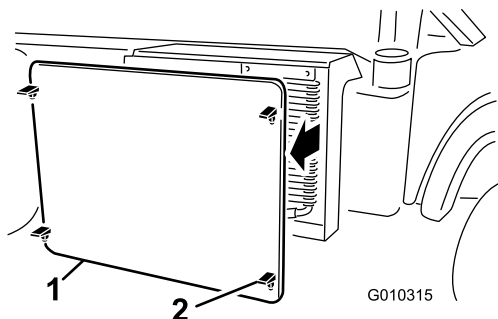

Figura 50
5. Sganciate e togliete la griglia del radiatore dalla parte anteriore del radiatore (Figura 50).